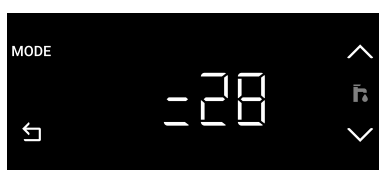

fig. 4 - seconda schermata di lettura
- Seconda schermata: 28 (vedi fig. 4)